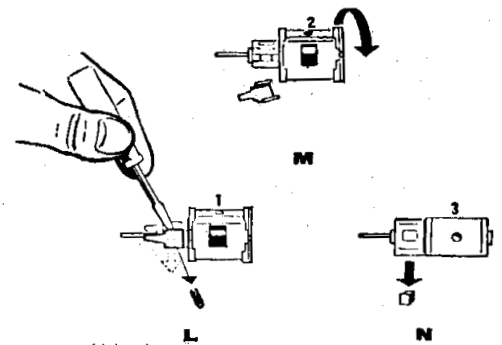

Abb. 4
**Motorbürsten auswechseln** (Abb. 4)